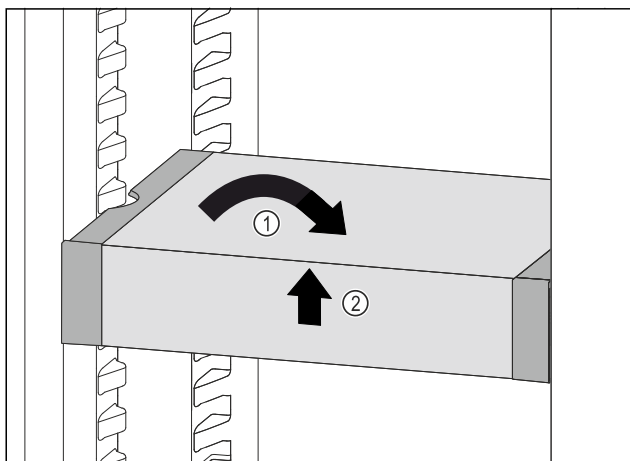

Fig. 130
- Ställ VarioSafe rakt. Fig. 130 (1)
- Lyft VarioSafe framåt. Fig. 130 (2)